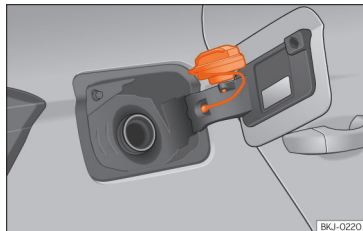

Fig. 155 Tampa do depósito com o tampão encaixado.
• Coloque-a no espaço existente na dobradiça da tampa aberta »» Fig. 155.